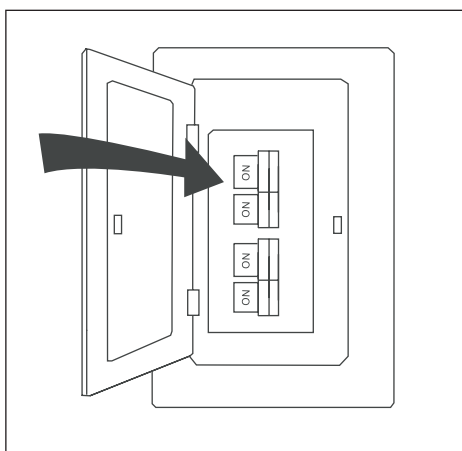

Figura 5.7
7. Encienda el suministro de electricidad del ventilador a la caja del interruptor de circuito y interruptor de pared. El ensamblaje está listo (Figura 5.7).